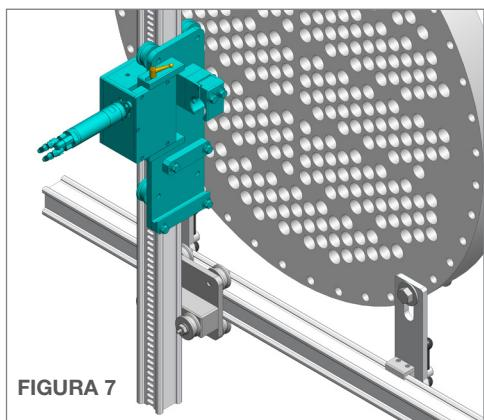

FIGURA 7
7. Solte a **Alavanca de Ajuste Rápido** e afaste a caixa de redução da base do carro. Dessa forma, será possível encaixar o **Carro Motriz Vertical** sobre o trilho sem alimentação pneumática a fim de girar o sistema motriz. Centralize o carro no trilho vertical e aproxime o redutor novamente da base do carro, engatando a engrenagem nos rasgos do trilho. Verifique se a engrenagem está engatada corretamente nos rasgos e aperte a Alavanca de Ajuste Rápido. (**Figura 7**).